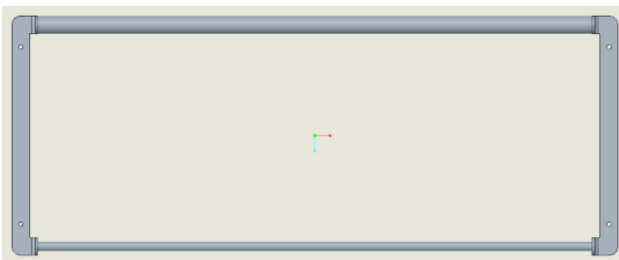

FIG. 4: 2 lunghezze possibili
- Fissare la piattaforma d'ingresso (FIG. 4) alla piattaforma della caldaia (FIG. 1).